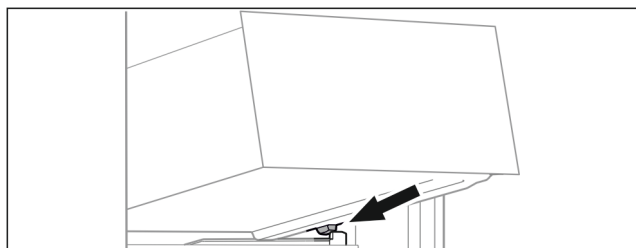

Fig. 114
- ▶ Applicare il cassetto inclinandolo dietro i fermi sulla nervatura del contenitore. (vedere Fig. 114)